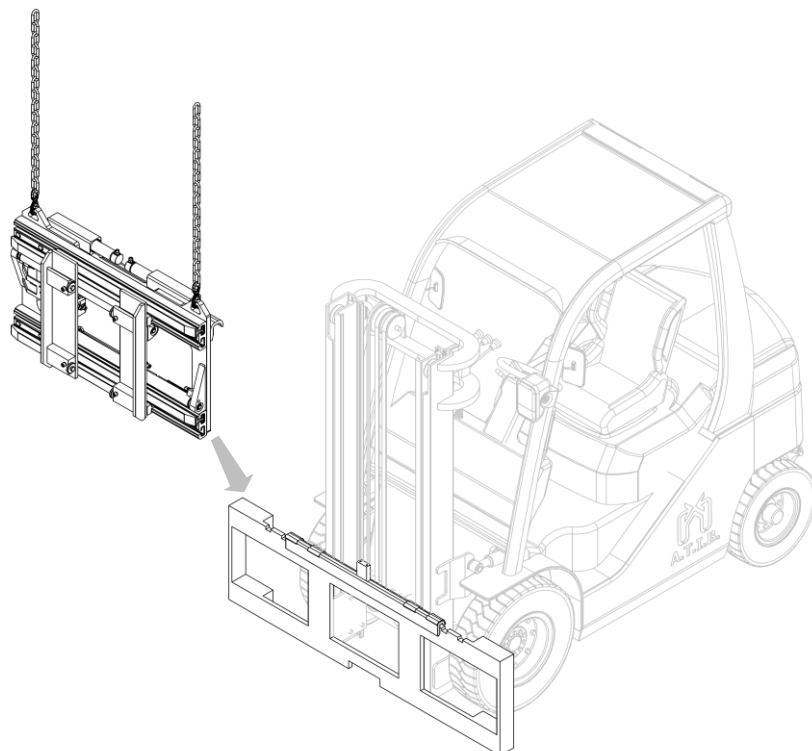

Figura 7
7. Agganciare quindi l'attrezzatura dai punti presa superiori e con un carroponete o un paranco di portata sufficiente posizionarla sul doppio gancio, avendo cura di posizionarla in modo corretto (vedi *Figura 7*).